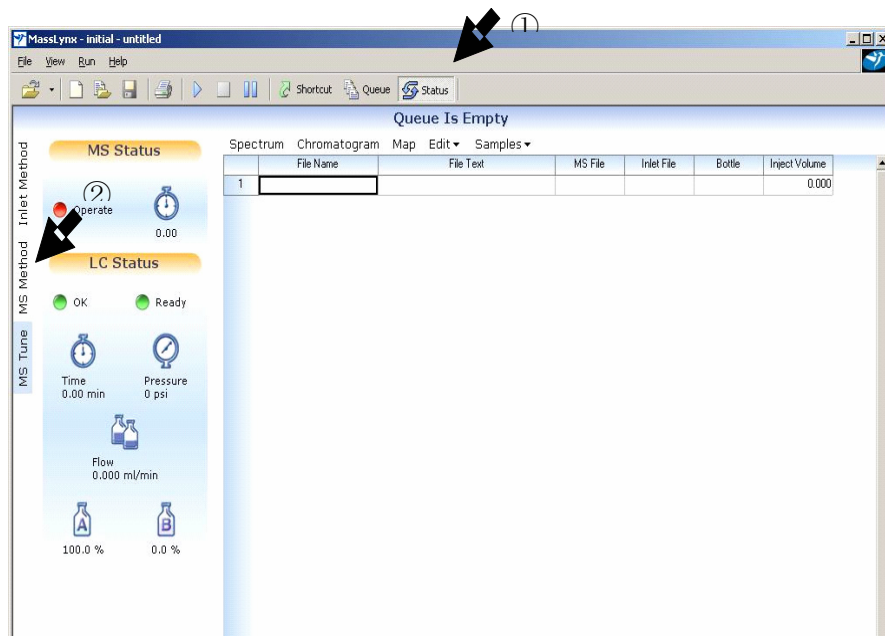

図 48 MS Method 画面の起動
(1) Mass Lynx 画面で、MS Method のタブをクリックする (図 48)。